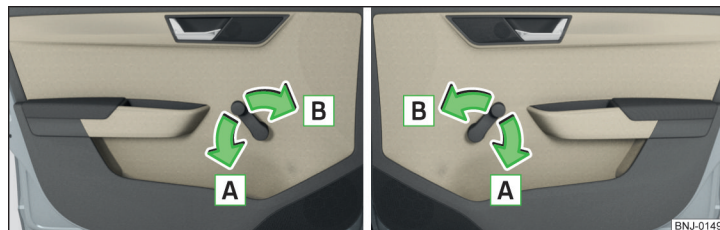

Рис. 38 Управління вікнами: ліве/праве
- » Щоб **відкрити** поверніть ручку в напрямку стрілки **A** » **Рис. 38**.